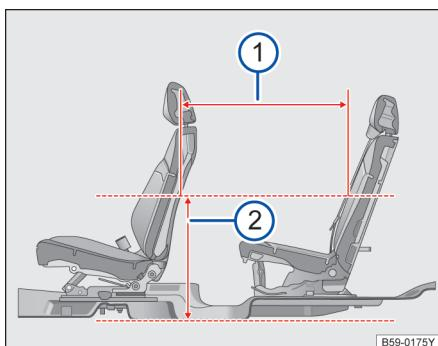

图 107 前排座椅和第二排座椅的座间距
620mm 处→图 107②, 第一排及第二排座椅座间
距为 852.5mm→图 107①; 在距离第二排座椅下